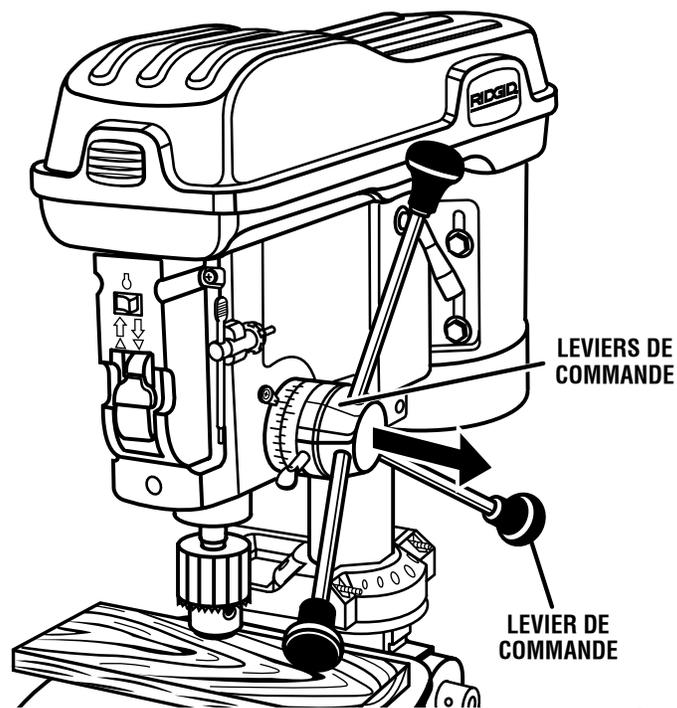

Fig. 24
- Retirer le mécanisme de commande du côté droit de la tête. Voir la figure 24.